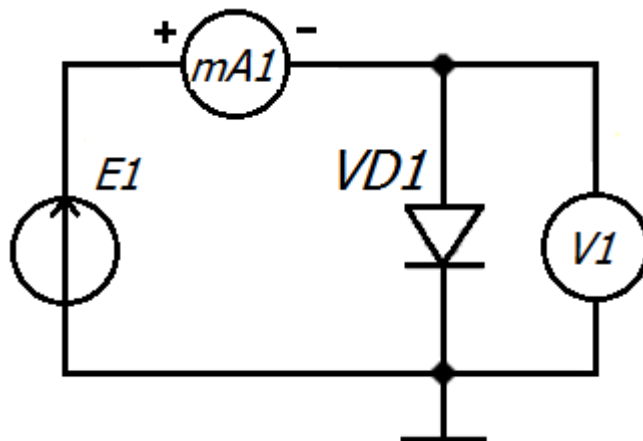

Рисунок 7– Принципиальная схема исследования ВАХ диода в прямом включении
4.1.2 Собрать схему диода в прямом включении (рисунок 7) соединительными проводниками. Обратите внимание на нижние выводы источников питания E1 и E2 и нижние выводы измерительных приборов вольтметров V1 и V2, которые соединены общим проводом «корпус». Они также соединены с тремя свободными клеммами «корпус». Проводник к источнику питания E1 подключать в последнюю очередь после настройки на панели дисплея измерительных приборов и источников питания.